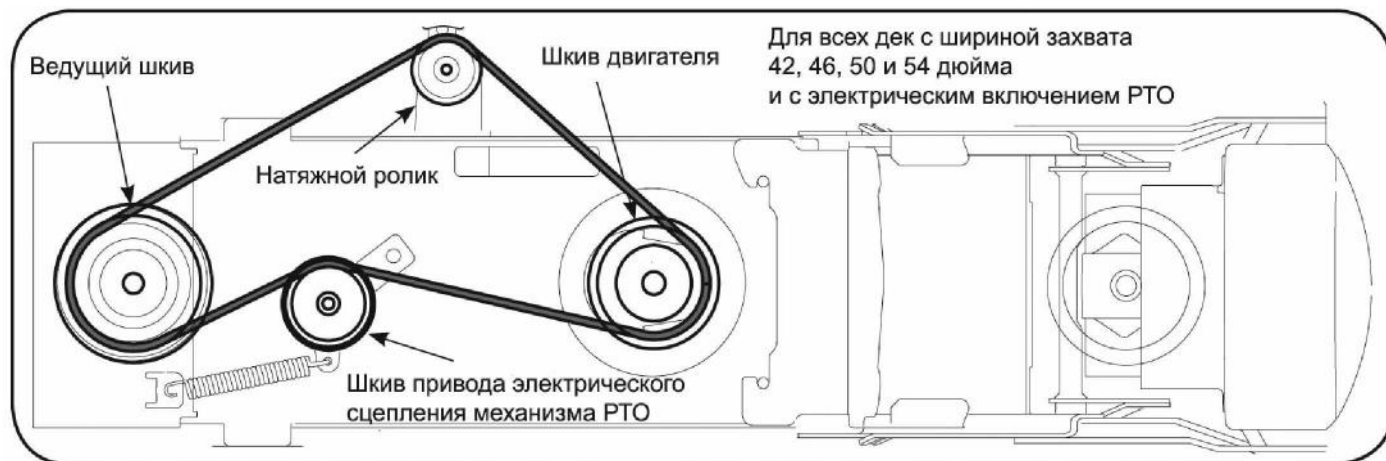

Рис. 29.
1. Установите верхний приводной ремень на ведущий и натяжной шкивы блока нижней рамы, а также на шкив двигателя и натяжной шкив РТО, как показано на **Рис. 29**. Убедитесь, что ремень находится ВНУТРИ ограничителя, установленного на основании натяжного ролика нижней рамы, и остальных ограничителей вокруг ведущего шкива.